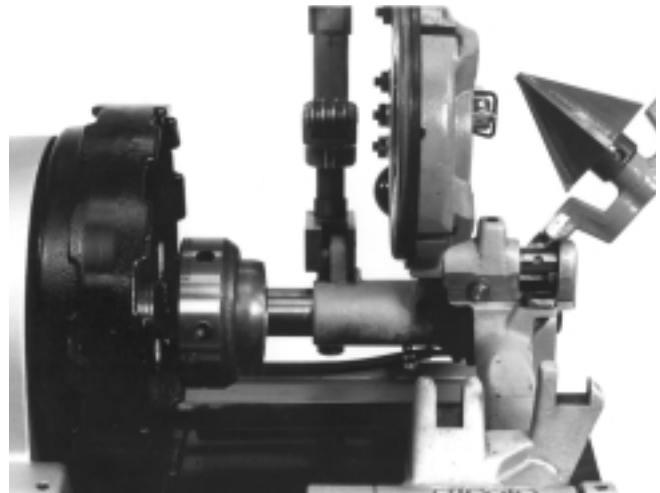

Figura 19 – Cuerpo del portaherramientas niplero No. 819 instalado
- Coloque el cuerpo del portaherramientas niplero (Figura 19) en el portaherramientas del accionamiento autopropulsado. Las mordazas del portaherramientas deben estar alineadas con las ranuras de agarre del cuerpo del portaherramientas No. 819.